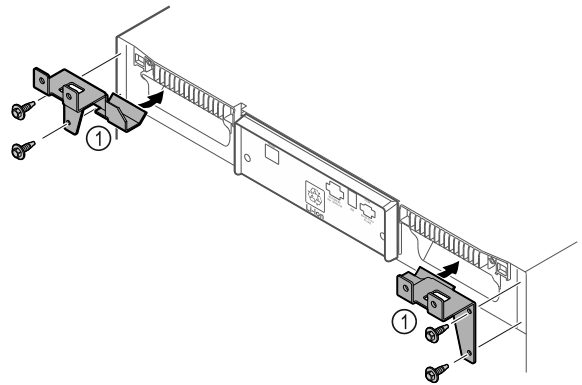

Fig. 11
- ▶ Montare i componenti di tenuta Fig. 11 (1) con viti autofilettanti sul dispositivo.